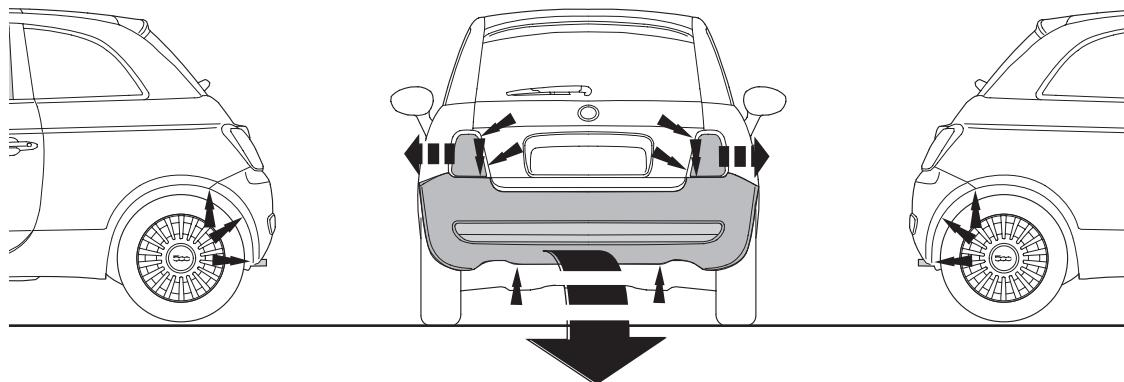

Fig.1
2. Démontez l'échappement du silencieux arrêter et détacher le bouclier thermique. (Voir la figure 1).
2. Demonter den bageste lydpotte og løsn varmeskjoldet. (Se fig. 1).
1. Zdemontować z pojazdu zderzak wraz ze stalową belką zderzakową. (Patrz rysunek 1).